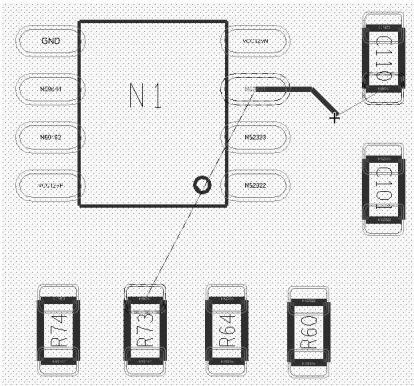

图 12-12 绘制连接
4) 在“Options（选项）”面板中设置好布线属性后，单击显示飞线的一个节点，向目标节点移动光标绘制连接，如图 12-12 所示。在绘制过程中可以右击鼠标在弹出的菜单中执行“Oops（取消）”命令，进行前一操作的取消，对绘制路线进行修改。